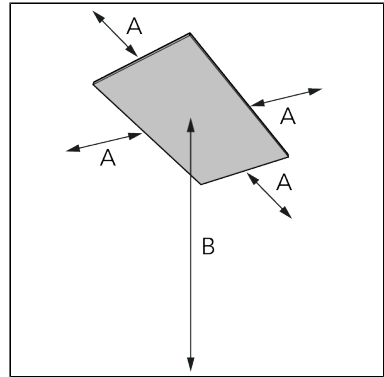

Figure 15.
2. Placez l'appareil en respectant une distance minimale (Figure 15) de :